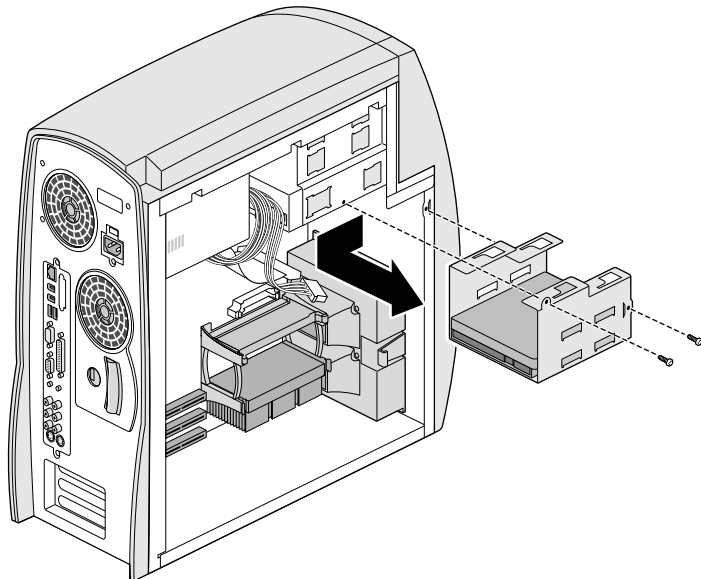

Abbildung 4-11 Ausbauen des Halters einer internen Festplatte
5. Bauen Sie wie in Abbildung 4-11 den Laufwerkshalter aus dem System aus.